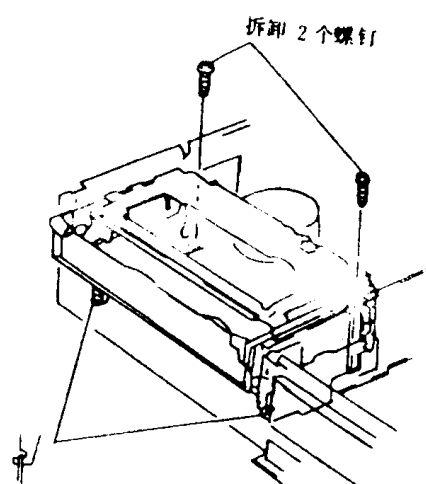
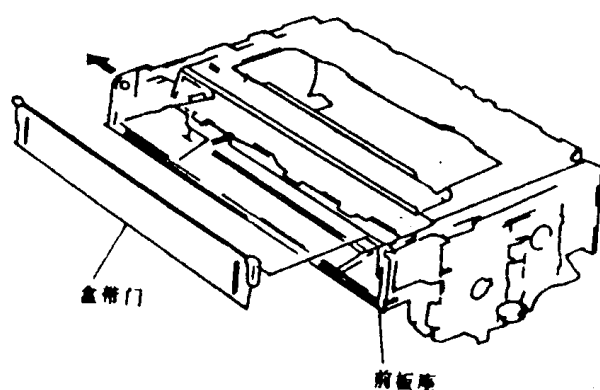

图 1-10
图 1-11
②拆卸 2 个螺钉,如图 1-10 所示。
③将机构的后部拿起来,并释放前板座面上的配件。
(2) 拆卸盒带门
步骤: ①将前板座左边向外(图 1-11 中箭头方向)压。
②拆卸盒带门,如图 1-11 所示。